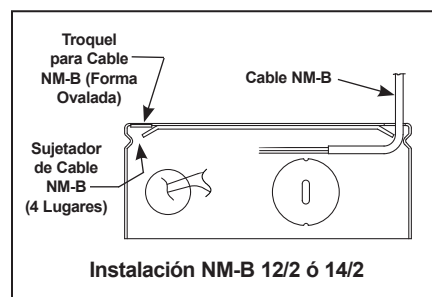

Figura 8
**Cable con Revestimiento No Metálico 12/2 ó 14/2 (Tipo NM-B).** Quite el/los troquel(es) de forma D para cables correspondientes. Inserte el cable NM-B a través del sujetador de cable y haga un doblez en forma de L de 90° en el cable, como se muestra (Figura 8).